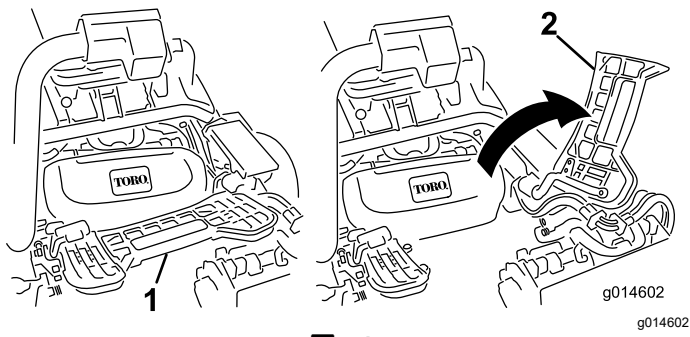

図 51
2. フットレストを跳ね上げて開き、中央カuttingユニット取り付け位置へのアクセスを確保する 図 51。